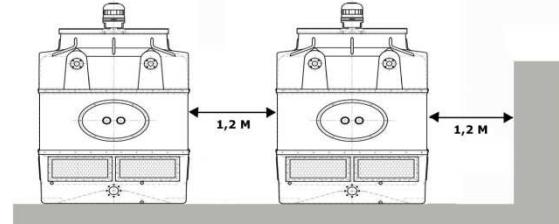

Fig. 17
- d) Due to reasons of operation and maintenance, a distance of, at least, 1,2 meters must be kept between the tower and the nearby walls or between two towers (Figure 17).
- d) Pour des raisons de fonctionnement et d'entretien, on doit garder, au minimum, une distance de 1,2 mètres entre la tour et les murs autour ou entre les tours elles mêmes (figure 17).